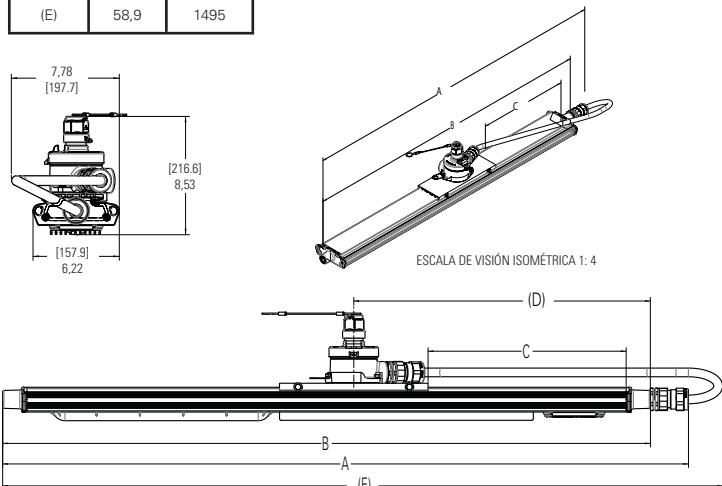

Imagen 10
3. Instale el soporte de montaje deslizante con la caja de conexiones en la brida de montaje del dispositivo como se muestra en la Imagen 10. Ajuste la posición del montaje deslizante a la dimensión C que se muestra en el cuadro. Nota: La dimensión C hace referencia al extremo de la brida de montaje del dispositivo.
4. Ajuste los dos (2) tornillos de fijación de 1/4" en el soporte de deslizamiento hasta que estén abajo. Gire a 78 pulgadas-libras (8.8 N-m).
6. Instale un (1) cuerpo de rosca del casquillo prensacable a la caja de conexiones y un (1) cuerpo de rosca del casquillo prensacable para centrar en el extremo del controlador del dispositivo. Consulte el IF 1647 para la instalación del cable TMCX y las instrucciones de preparación del mismo.
7. Forme el cable aproximadamente como se muestra en la Imagen 10.